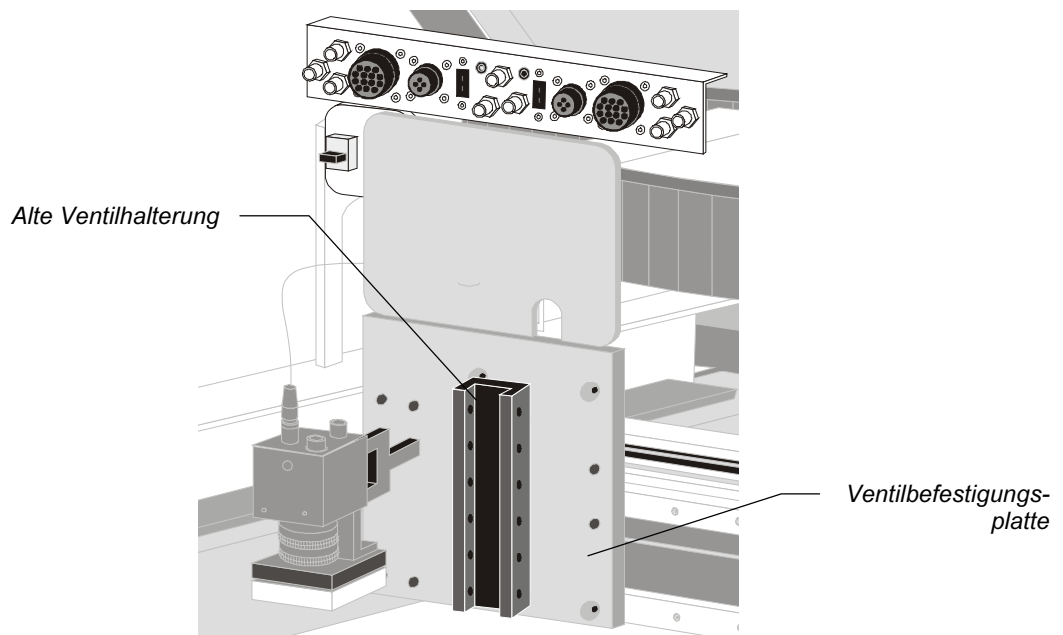

Abbildung 2-6 Alte Ventilhalterung
| Abbildung 2-6 Alte Ventilhalterung | 2-7 |
3. Ist Ihre Dosieranlage mit einer alten Ventilhalterung ausgestattet (siehe Abbildung 2-6), dann verwenden Sie zur Entfernung der alten Ventilhalterung von der Ventilbefestigungsplatte den 3-mm Sechskantstiftschlüssel.